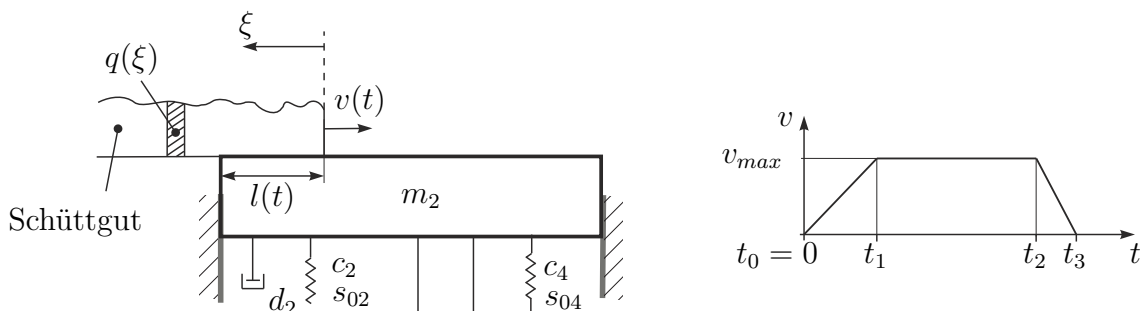

Abbildung 4: Schüttgutbeförderung mit Geschwindigkeitsprofil.
Ein nicht eingezeichnetes Förderband transportiert mit dem in Abbildung 4 dargestellten Geschwindigkeitsprofil Schüttgut vom linken Rand auf die Masse 2. Das Schüttgut wird als Linienlast $q(\xi) = 1 + \cos(\xi)$ mit der Einheit N/m eingeführt (es gilt die Beziehung $df_L = q(\xi)d\xi$). Für die folgenden Berechnungen wird ein körperfestes Koordinatensystem verwendet, welches sich wie in Abbildung 4 dargestellt, mit dem Schüttgut mitbewegt.
- e) Das Schüttgut läuft nun zum Zeitpunkt $t = 0$ mit dem Geschwindigkeitsprofil aus Abbildung 4 vom linken Rand der Masse 2 in negative ξ -Richtung. Stellen Sie die Geschwindigkeit $v(t)$ sowie den zurückgelegten Weg $l(t)$ für die einzelnen Teilabschnitte als Funktion der Zeit dar. 3 P. |